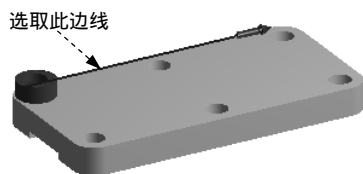
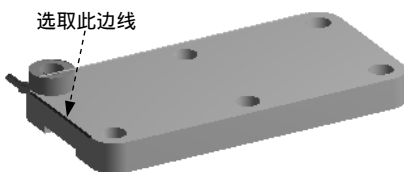

图 3.4.36 定义第一方向
图 3.4.37 定义第二方向
(1) 定义第一方向参考元素。单击以激活 **Direction** 后的文本框，选取图 3.4.36 所示的实体边线为参照方向，调整箭头方向如图 3.4.36 所示，并单击 **Apply** 按钮确认。
(2) 定义第一方向参数。在 **FD1, Offset** 文本框中输入阵列间距数值 60 ;在 **FD3, Copies (>0)** 文本框中输入阵列副本数 2。
(3) 定义第二方向参考元素。单击以激活 **Direction 2** 后的文本框，选取图 3.4.37 所示的实体边线为参照方向，调整箭头方向如图 3.4.37 所示，并单击 **Apply** 按钮确认。
(4) 定义第二方向参数。在 **FD4, Offset 2** 文本框中输入阵列间距数值 50 ;在 **FD5, Copies 2 (>0)** 文本框中输入阵列副本数 1。